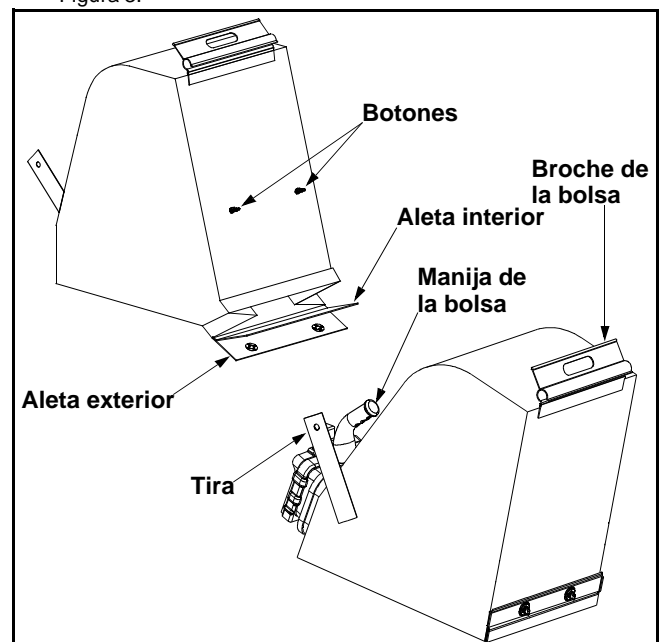

Figura 6
- Desenganche las tiras de la bolsa de la manija inferior y desabroche el broche de la bolsa de la parte superior de la manija inferior. Ver Figura 6.
- Gire los dos botones de la parte posterior de la bolsa para abrirla y vaciar el contenido. Ver Figura 6.